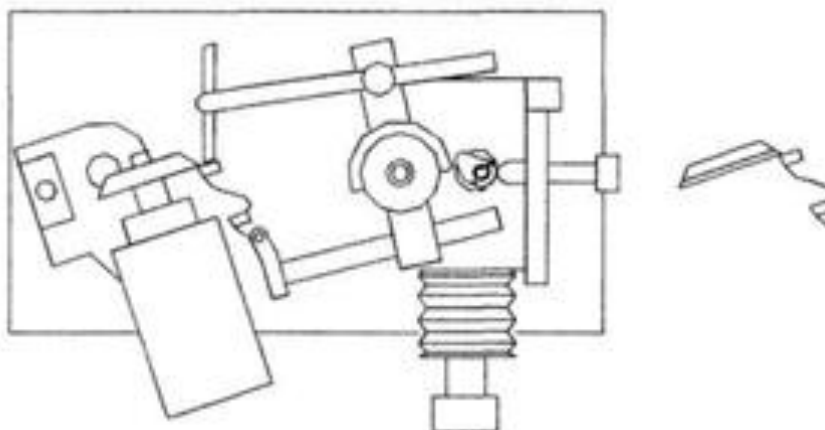

Рис. 8
7.1.4 Заточка пилы с отрицательным передним углом зубьев (см. Рис. 8)